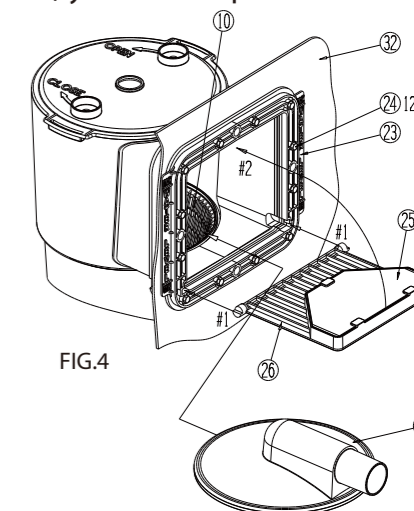

FIG.4
- El Cartucho del Filtro (15) 3-3/4" puede contener hasta 2 tabletas de cloro de 1" de diámetro y el de 8" puede contener hasta 6 tabletas de cloro de 1". Revise los niveles de cloro para determinar el número apropiado a agregar de tabletas de cloro. El deposito del filtro automaticamente soltara cloro hacia la alberca cuando la bomba este encendida. **Usted debe tener el tipo del cartucho de filtro (15) con un cedazo dividido (Vease la pagina 5) para utilizar el dispensador de la cloro. NO utilice este deposito para soltar cloro en polvo, tratamiento de choque o cualquier otro quimico, porque al hacer eso se danara la bomba, el deposito del filtro y la alberca.**
F. Después de que la alberca se ha llenado, (Vea NIVEL DE AGUA Fig. 4) revise las conexiones de las mangueras y las partes para asegurarse de que no haya fugas de agua. Si encuentra alguna fuga, vea #4 en la guía de Resolución de Problemas en la pág. 8.
B. **ADAPTADOR DEL ASPIRADOR;** permite aspirar su alberca, vea parte #27 FIG 4. El ADAPTADOR DEL ASPIRADOR está incluido en la unidad del EXTRACTOR, será necesario que compre una Aspiradora, mango de aspirador y una manguera de aspiradora de su proveedor local de albercas, también los centros de mejoras para el hogar, y tiendas grandes de distribución algunas veces manejan estos artículos como de temporada y varían de los económicos a los de lujo.
C. Para instalar el ADAPTATOR DEL ASPIRADOR apague la bomba, remueva la parte del VERTEDERO #26 FIG.4, vea la sección en la instalación del VERTEDERO en la página 4 (paso E) y revierta el proceso bajando el VERTEDERO y deslizándolo a través de las aberturas en la CARATULA parte #23 mostrada en la FIG. 4. Coloque el VERTEDERO en un lugar seguro porque necesitará reinstalarlo después del aspirado para que el extractor funcione adecuadamente.